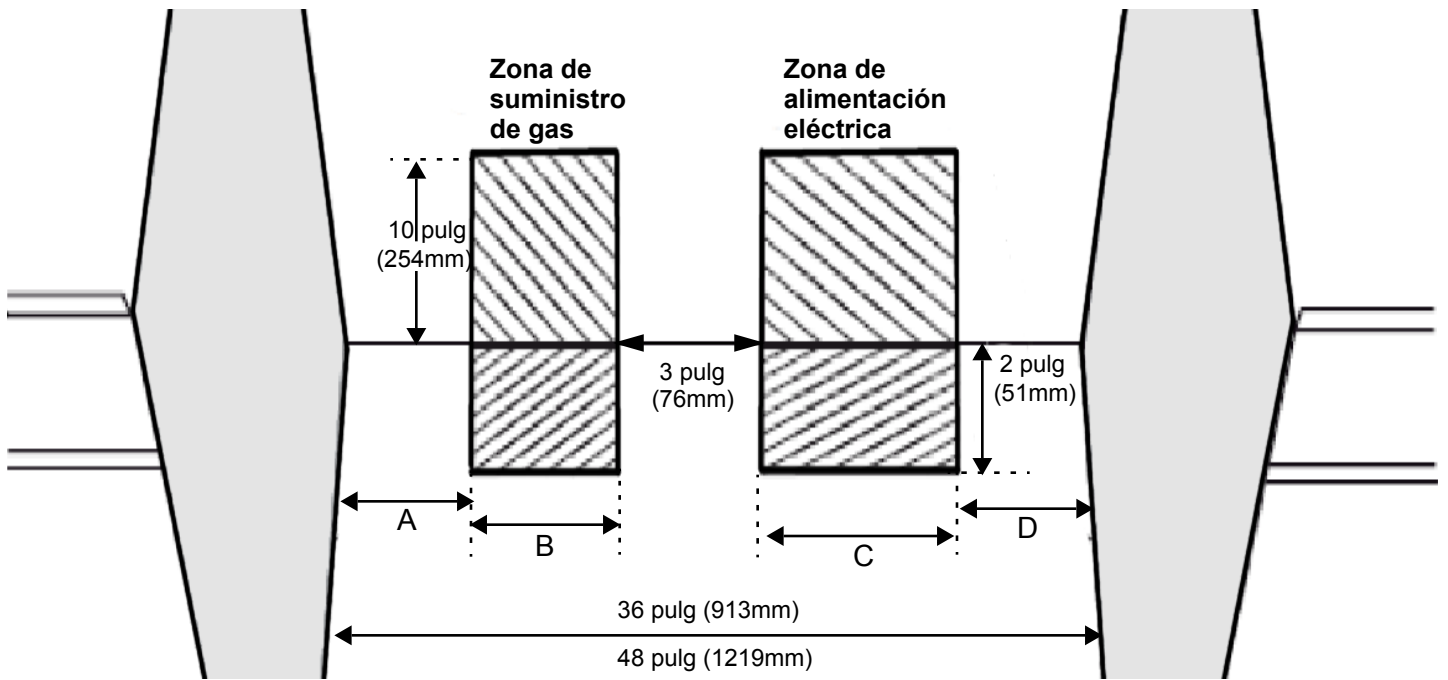

Figura 3: Suministro de gas y alimentación eléctrica de las estufas mixtas
- El suministro de gas y la alimentación eléctrica deben estar dentro de la zona indicada en la Figura 3.